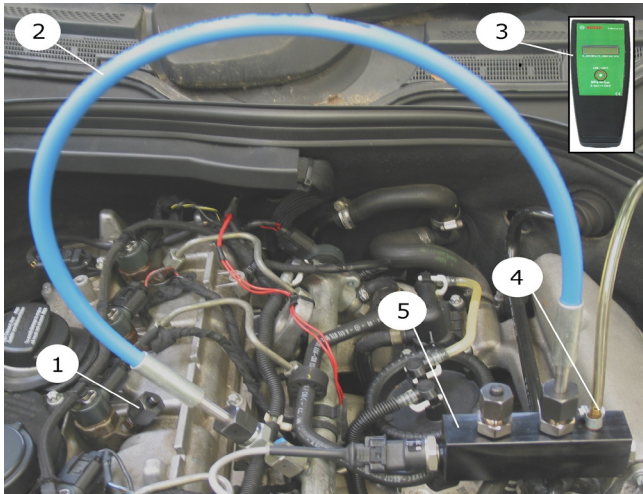

Abb. 15: Exemplo de conexão verificação de comparação do sensor de pressão Rail (motor funciona com n-1 cilindros)
! Por motivos de segurança, uma válvula limitadora de pressão é instalada no medidor de pressão (fig. 15, pos. 5), limitando a pressão em 180 MPa. Conectar obrigatoriamente a mangueira de serviço fornecida na conexão (fig. 15, pos. 4) do medidor de pressão e conduzir para um recipiente de coleta adequado para combustível diesel.
3. Fechar a conexão de alta pressão do injetor (fig. 15, pos. 1) com uma tampa de proteção (ver lista de peças de reposição Bosch ESI[tronic]).
4. Conectar mangueira 180 MPa (fig. 15, pos. 2) com o adaptador correspondente de conexão, ângulo, porca e anel de pressão (rosca à esquerda) no Rail.
7. Fechar o cabo de conexão ao medidor de pressão (fig. 15, pos. 3) e ao sensor de pressão Rail do medidor de pressão.